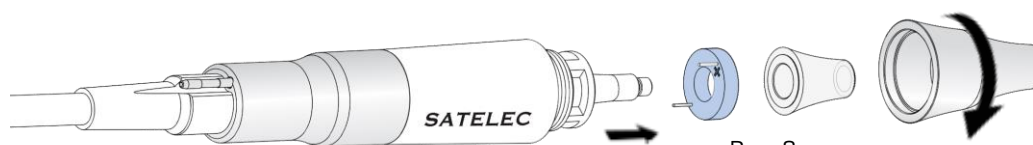

Рис. 2
7. РАЗБЕРИТЕ НАКОНЕЧНИК [рис. 2]: